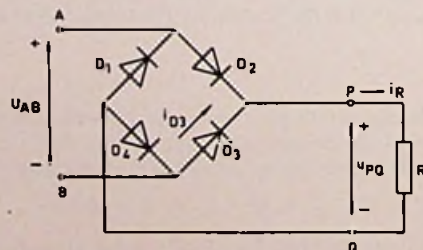
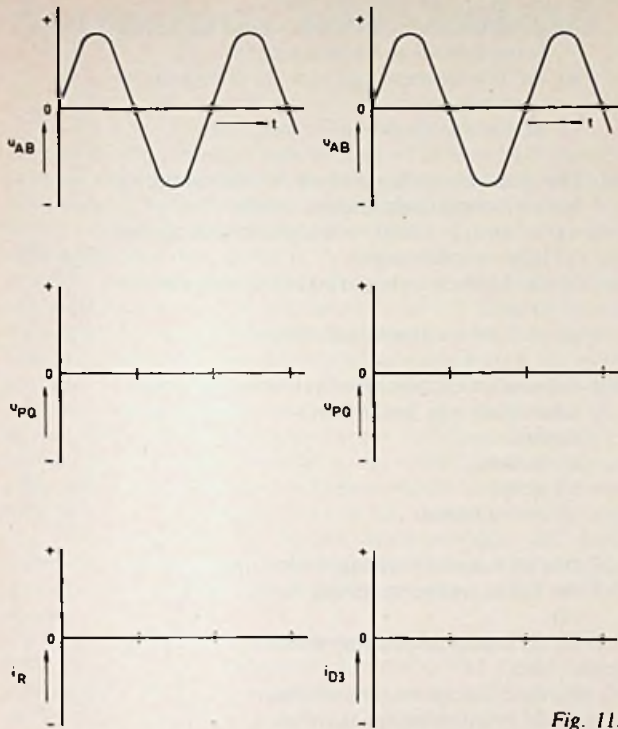

Fig. 10.
Fig. 11.
- 3 De ingangsklemmen A,B van de gelijkrichtschakeling van fig. 10 zijn aangesloten op een spanningsbron die een sinusvormige wisselspanning levert met een effectieve waarde $U_{AB} = 220 \text{ V}$. Deze spanning is aan de bovenzijde van het bijgevoegde blad (fig. 11) weergegeven. Op de uitgangsklemmen P,Q is een weerstand $R = 2,2 \text{ k}\Omega$ aangesloten. De gelijkrichtdiodes mogen ideaal worden verondersteld.
- Schets in fig. 11 het verloop van: de uitgangsspanning u_{PQ} de stroom i_R door R de stroom i_{D3} door D_3 . Geef in alle figuren de grootte van de topwaarden aan.
b. In de praktijk brengt men dikwijls een afvlakcondensator aan tussen P en Q. Schets in fig. 11 voor dit geval het verloop van de uitgangsspanning u_{PQ} .